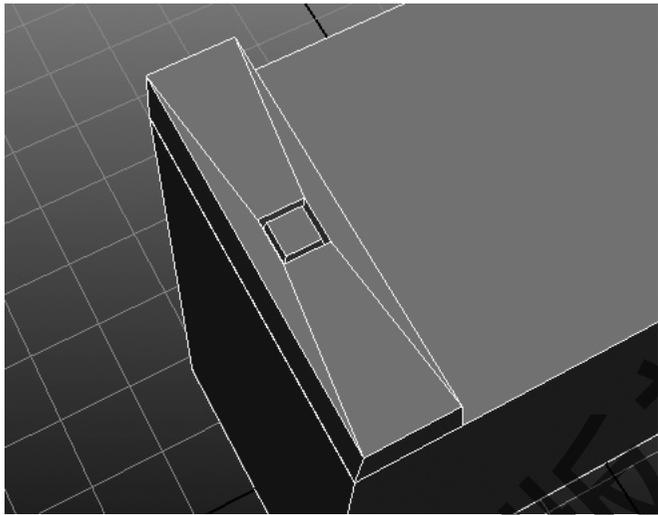

图 4-44 挤压面
Step 3: 按下 G 键重复上次的操作再挤出一个面, 使用同样方法再挤出面三次, 对面的位置与大小进行调整, 做出开机按钮, 如图 4-44 所示。